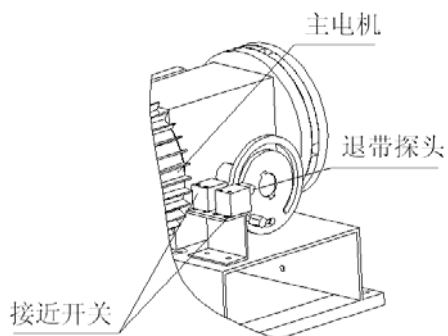

图 2-15
- ②. 当两接近开关感应到如图 2-15 所示退带探头时，主电机停转，退带电机启动，机器开始退带。